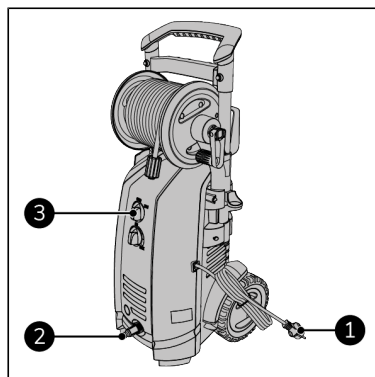

Figure 74.
2. Assurez-vous que le commutateur MARCHE(I) / ARRÊT(O) (Figure 74, pos. 3) est en position ARRÊT(O).
3. Vissez l'entrée d'eau (y compris le filtre) sur le filetage situé à l'avant de la machine (Figure 74, pos. 2).
4. Insérez la fiche d'alimentation (Figure 74, pos. 1) dans une prise reliée à la terre et facilement accessible.
5. Raccordez l'alimentation en eau à l'appareil (Figure 74, pos. 2).